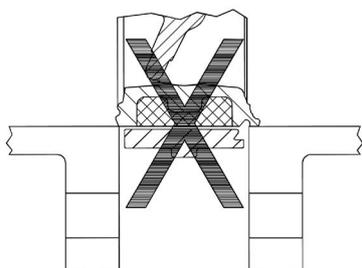

fig. 1
- No intente forzar nunca la válvula entre bridas que no estén lo suficientemente abiertas como para permitir la inserción de la válvula, ya que podría dañar gravemente las zonas de sellado en las bridas (fig.1).